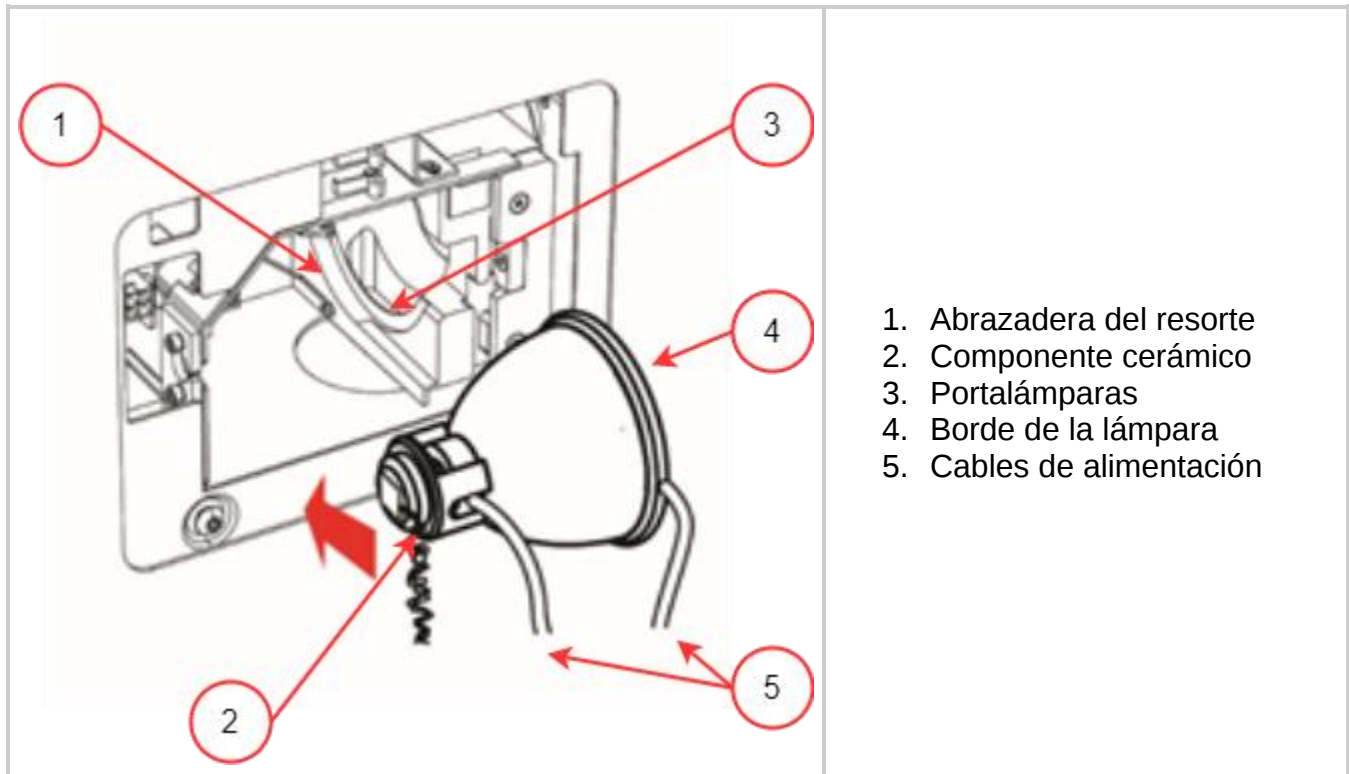

Figura 3-4 Orientación de instalación de la lámpara
2. Extraiga con cuidado el módulo de la lámpara de su envase sujetando solo el componente cerámico o el borde de la lámpara, como se muestra en la **figura 3-4**.
3. Coloque la lámpara como se ilustra en la **figura 3-4**, orientada hacia el panel frontal de la unidad y con los cables de ALIMENTACIÓN en dirección contraria a la unidad. La lámpara se debe alinear de modo que el borde delantero del reflector (borde de la lámpara) encaje en la ranura de montaje del conjunto del portalámparas.
1. Asegúrese de que el cuerpo central de la lámpara esté en posición para encajar en la abrazadera del resorte que se muestra en la **figura 3-4**.